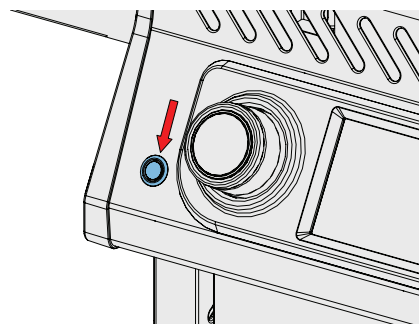

Fig. 5
- Asegúrese de que su aparato esté encendido. (Fig. 5)